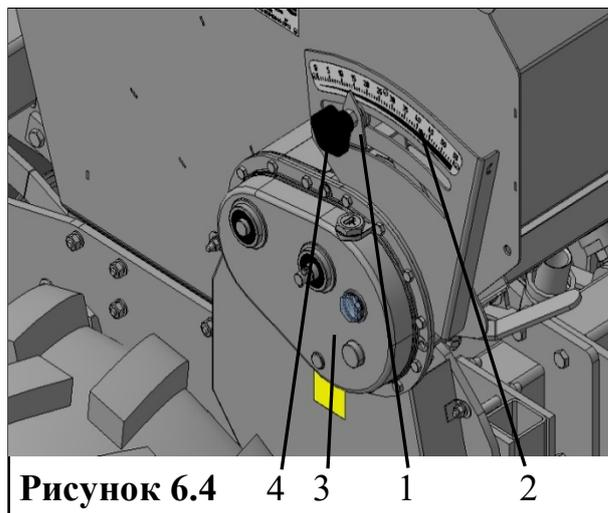

Рисунок 6.4 4 3 1 2
Установить указатель (1) на шкале (2) вариатора привода зерновых катушек (3) (рис. 6.4) (слева на бункере) на необходимое деление. Положение указателя (1) определить по графику 6.1 или 6.2.
Решение: Найти на оси «норма» графика 6.2 значение 200, подняться вверх до пересечения с линией графика «пшеница». От точки пересечения, проведённой нами линии с линией графика, провести горизонтальную линию. Этим, мы определим положение указателя (1) (рис. 6.4) на шкале (2) вариатора (3). В данном примере деление «35».
Для установки нормы высева произвести пробный проверочный высев на месте. Определение высева прокруткой вариатора привода зерновых катушек (3) (рис.6.4) на стационаре для сокращения времени произвести из расчета посева сеялкой 1/100 га (100 м²).
Если при проверке окажется, что семян высевается меньше или больше требуемой нормы, повторить прокрутку, изменив положение указателя (1) (рис. 6.4) на шкале (2) вариатора (3). Так проверять до тех пор, пока не будет получен желаемый результат.